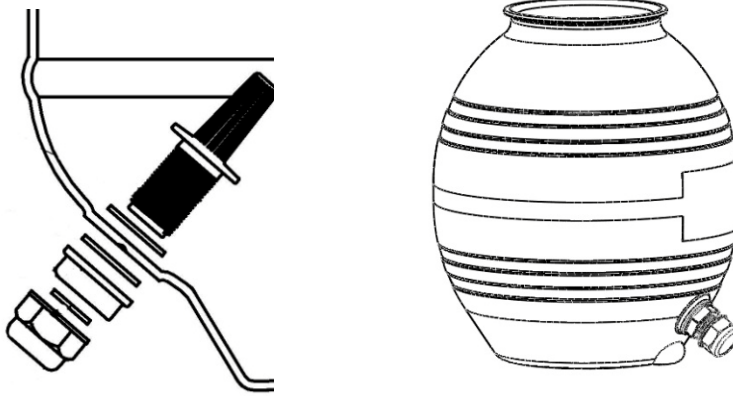

Abb. 2
2. Installieren Sie die Ablassfilter am Sandfilterbehälter wie auf den Bildern Abb. 2 beschrieben.